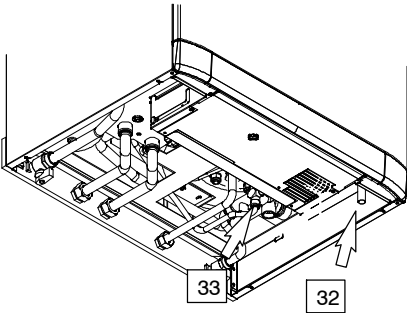

fig. 5.4
- 7 Conectar la descarga de le válvule de seguridad 32 y 33 en la fig. 5.4 a un cono de desagüe.